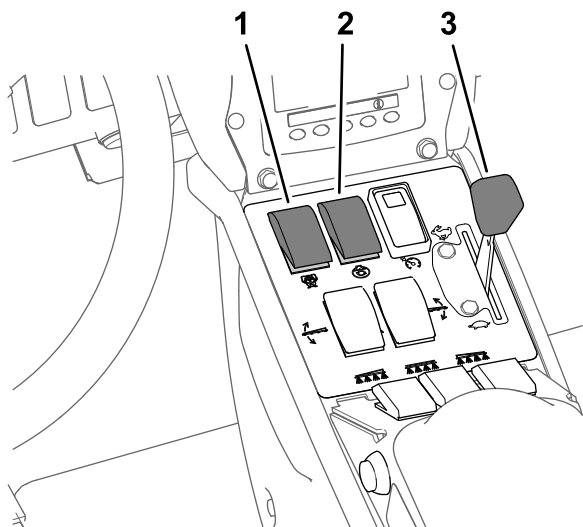

Рисунок 31
8. Установите переключатель перемешивания и выключатель насоса для опрыскивания в положения Вкл. (Рисунок 31).
9. Установите регулятор дроссельной заслонки в положение БЫСТРО (Рисунок 31).
Примечание: При выполнении этой процедуры предполагается, что насос для опрыскивания включен; см. Рисунок 31 в разделе **Опрыскивание в режиме заданной нормы внесения** (страница 39).
4. Установите рычаг дроссельной заслонки в требуемое положение частоты вращения двигателя для опрыскивания; см. Рисунок 31 в разделе Опрыскивание в режиме заданной нормы внесения \(страница 39\).